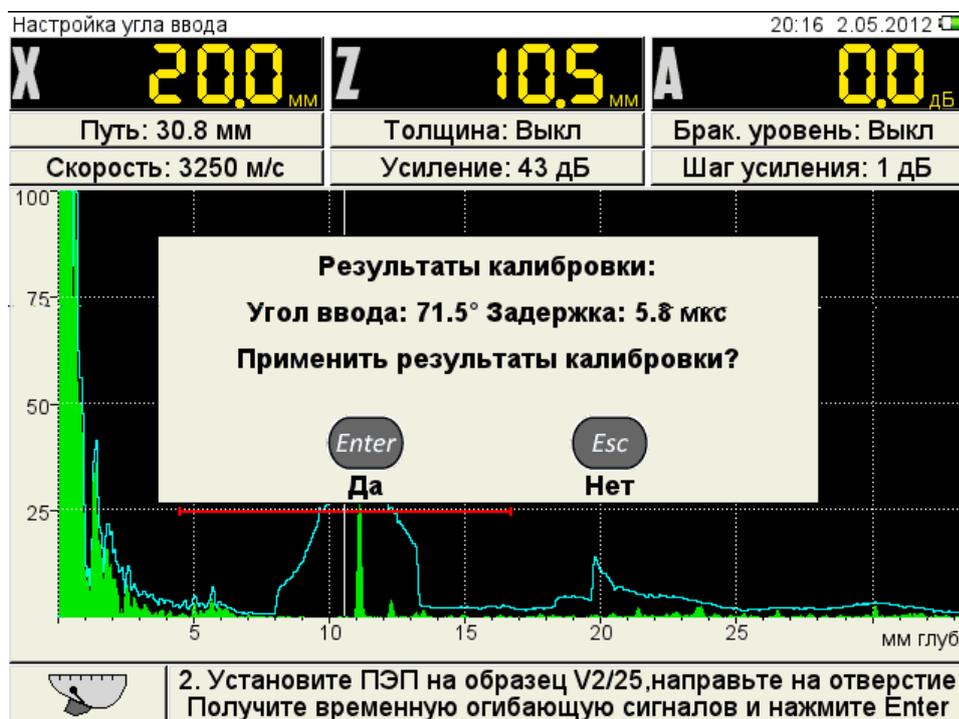

Рисунок 11
- подтвердить принятие результатов калибровки - **Enter** или отказаться от результатов калибровки - **Esc** (рисунок 11).